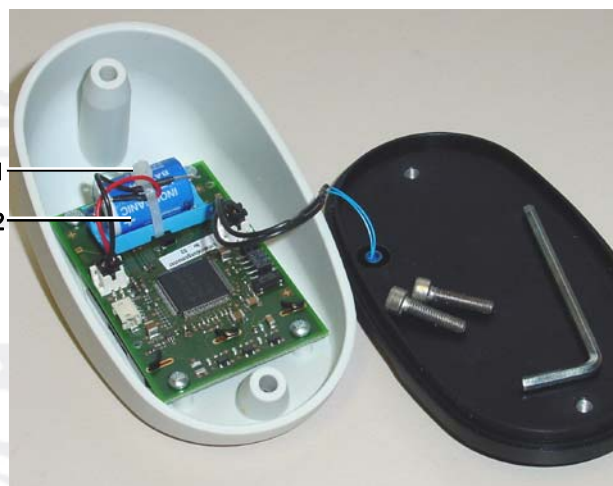

Рис. 7 Батарея
Батарея крепится при помощи кабельной стяжки (1, Рис. 7). При замене батареи (2) необходимо использовать батарею того же типа (зак. № 82743) и закрепить её при помощи находящейся в комплекте поставки кабельной стяжки.